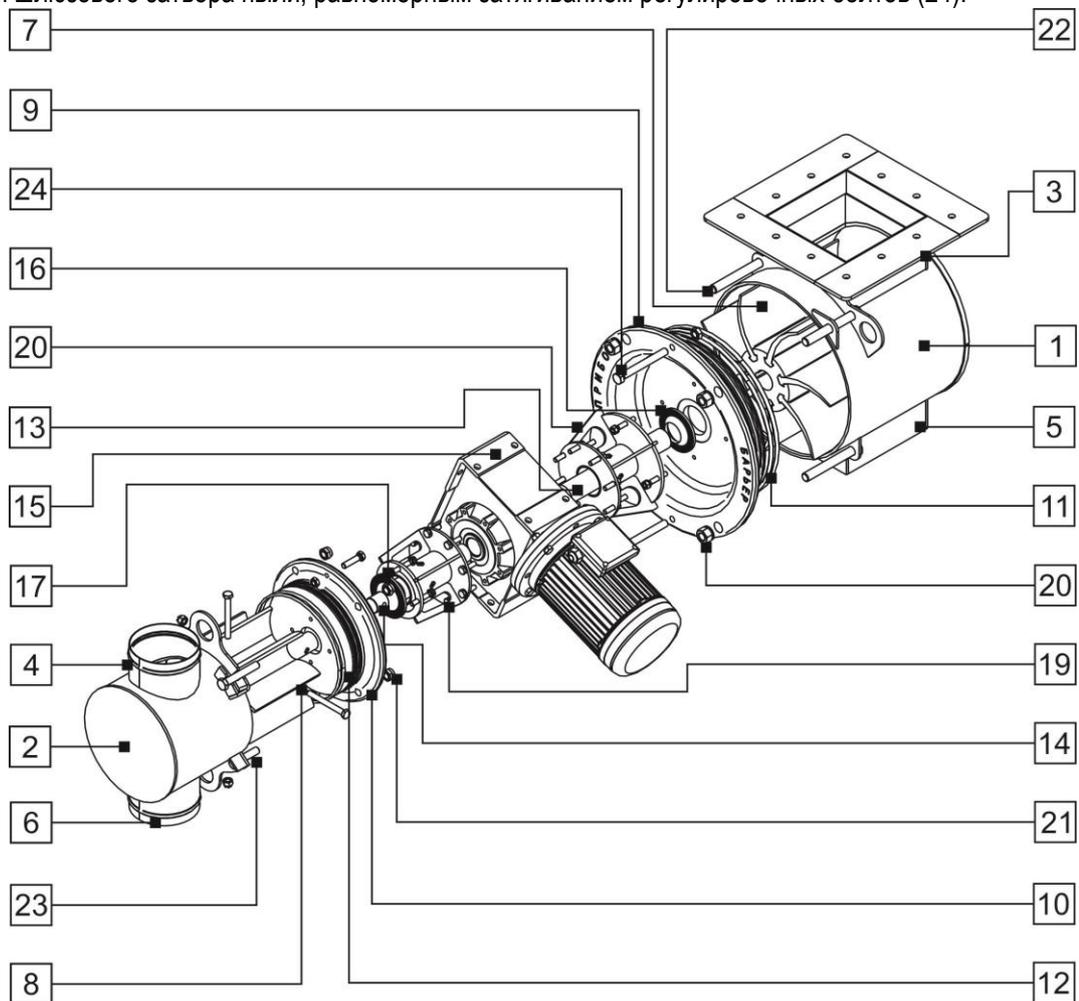

Рис. 11.6
Шлюзовой затвор БГ-20 выдачи минерального порошка и агрегированный с ним шлюзовой затвор «крупки» (Рис. 11.6) состоит из большого (1) и малого (2) корпусов, оснащённых загрузочными (3, 4) и разгрузочными (5, 6) патрубками. Внутри корпусов (1, 2) расположены сборный (7) и цельнолитой (8) эластичные ячейковые роторы. Корпусы (1, 2) закрыты подвижными крышками (9, 10), герметичность соединения обеспечивается резиновыми кольцами (11, 12). Роторы (7, 8) приводятся во вращение валами (13, 14) вставленными во втулку тихоходного вала мотор-редуктора (15). Для герметизации мест ввода валов (13, 14) в корпуса (1, 2) используются уплотнения (16, 17). Мотор-редуктор (15) сопряжён с крышками (9, 10) посредством соединительных элементов «катушка» (18, 19).